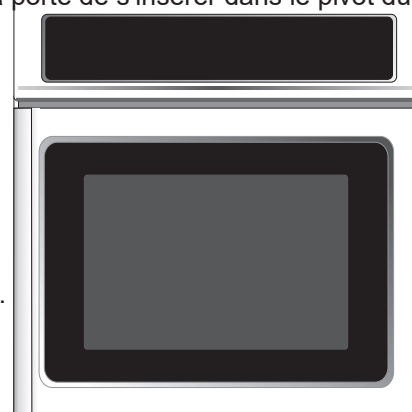

Figure 15
- 3.4.4. Fixez la vis du pivot (Voir **G**, Figure 15).
2. Déposez un niveau à bulle sur la grille (voir la figure 15). Prenez 2 lectures en plaçant le niveau en diagonale dans une direction, puis dans l'autre direction. Utilisez des entretoises de bois sous le four encastré pour niveler si nécessaire.